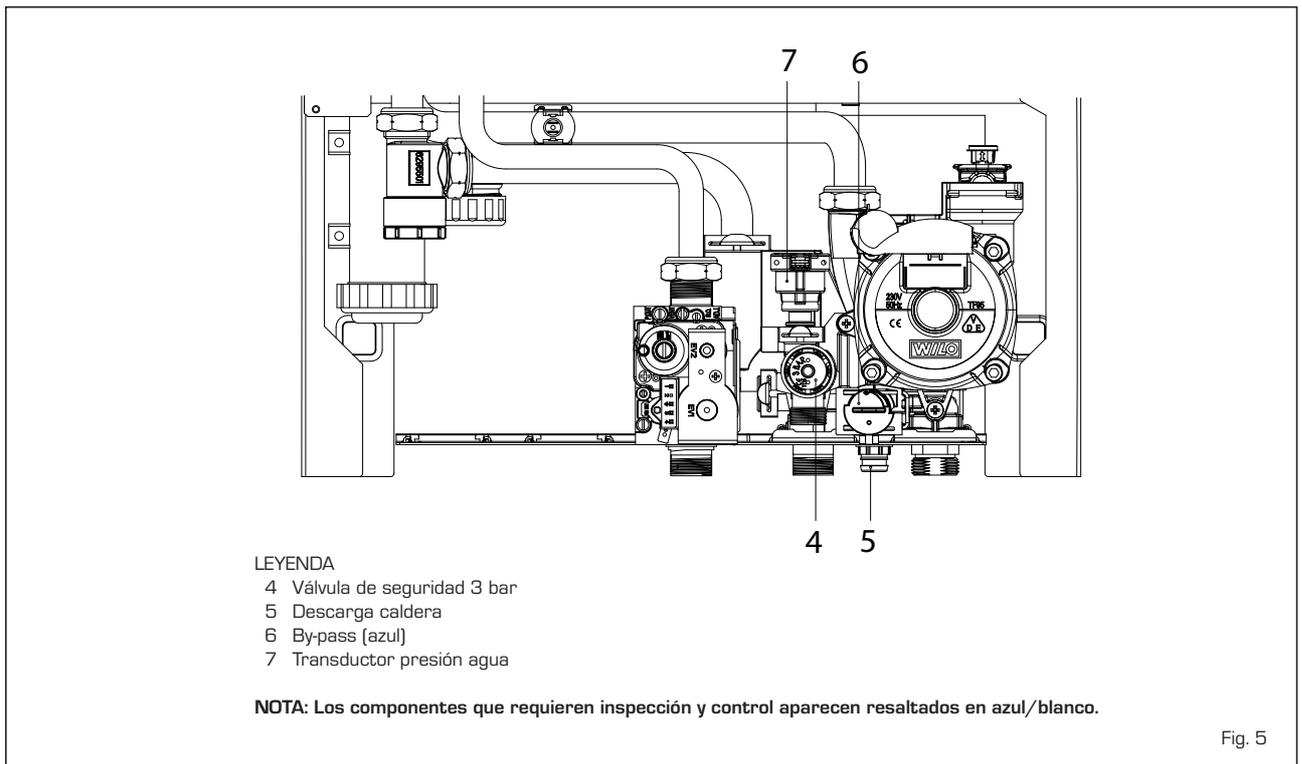

Fig. 5
2.3 FASE INICIAL DE LLENADO DE LA INSTALACION (fig. 5)
2.3.1 Vaciado de la instalación (fig. 5)
Para vaciar la instalación apague la caldera y accione sobre la válvula de descarga (5 fig. 5).